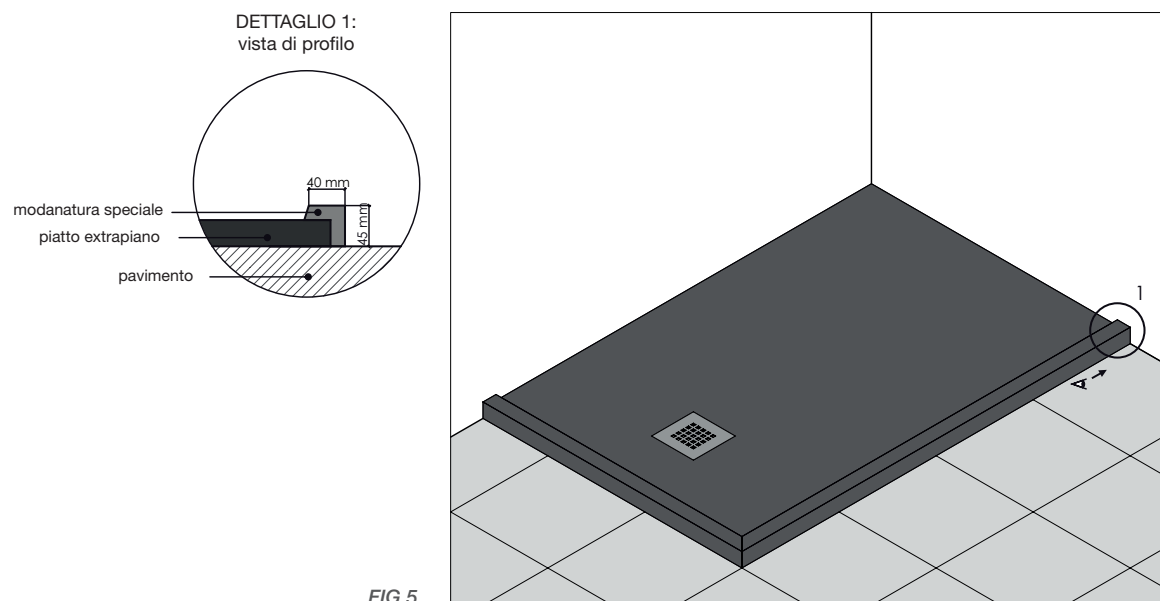

FIG.5
- Indicare la lunghezza e la larghezza in mm per una bordatura su misura rettangolare (vedi Fig.5) e indicare su quali lati del piatto si desidera posizionare il bordo.